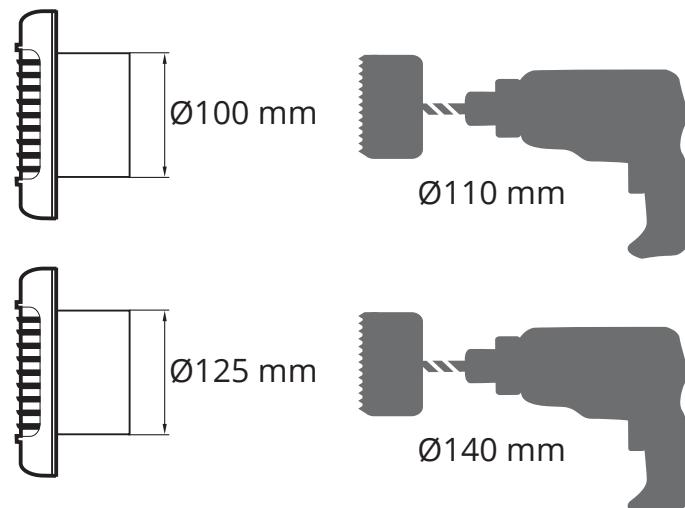

Fig. 1
1. Skär ut ett hål i väggen som är lite större än fläktens diameter. Rekommenderad håltagning, se Fig. 1.